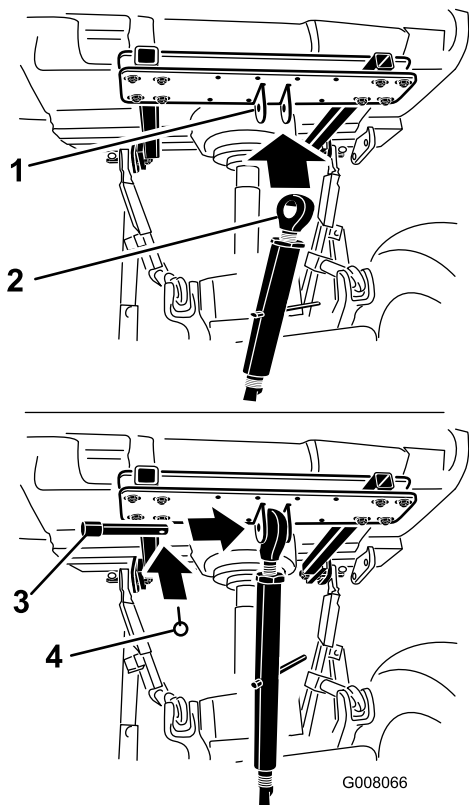

図 8
6. ヒッチの上リンクをヒッチ・クロスタブに接続し、リンク・ピンとリンチ・ピンで固定する (図 8)。